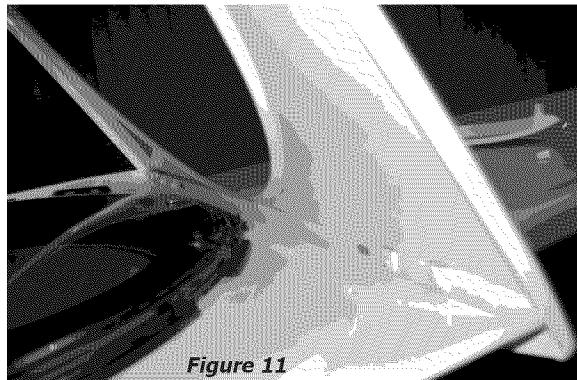

Figure 11
- 12 Installez à nouveau la Porte externe au joint interne de la porte. (Figure 11)
- 13 Installez quatre (4) vis pour tenir la charnière dans sa nouvelle situation, en assurant que la charnière ait l'orientation correcte.
- 14 Installez quatre (4) vis dans les trous où était soumise la charnière.